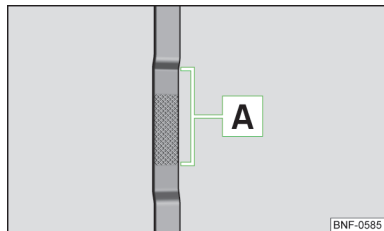

Fig. 101
Joja de ulei » fig. 101
- Nivelul uleiului nu trebuie să fie în niciun caz sub sau deasupra domeniului » fig. 101 - există pericol de deteriorare motorului, precum și a instalației de evacuare a gazelor arse.